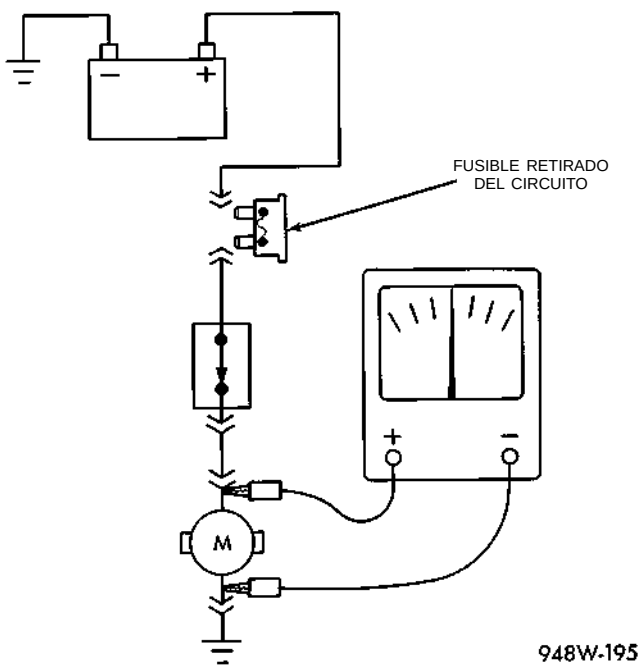

Fig. 11 Prueba de continuidad
(1) Retire el fusible del circuito que está siendo verificado o desconecte la batería.
(2) Conecte un conductor del ohmímetro a un lado del circuito que está siendo verificado (Fig. 11).